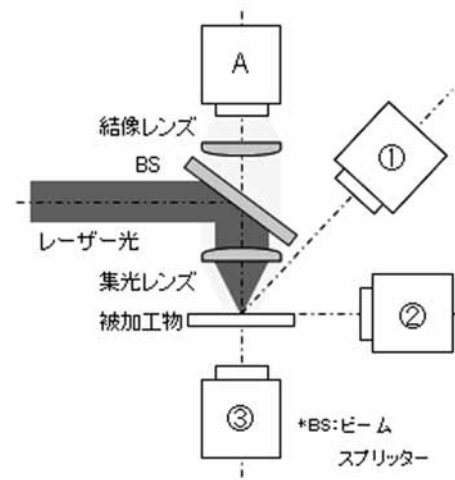

図2 温度分布測定機器の配置
レーザー加工中の被加工物の温度分布はサーモグラフィで測定した。サーモグラフィとは、非接触で物体表面からの熱放射を分析し、温度分布として出力する装置である。一般にレーザー照射中の被加工物の観察は図2のAの位置にカメラを配置して行う。しかし、fsレーザーの集光レンズはサーモグラフィが測定に使用する波長の光をほとんど透過しないため、Aの位置から温度分布の測定はできない。そこで本研究では、①、②、③の位置にサーモグラフィを配置し、それぞれの位置における測定結果を比較した。
図3は、図2の①の位置から接写レンズを装着して測定した結果である。この測定で接写レンズを使用したのは、顕微レンズの外形は125mmと大きく、さらに作動距離が50mmと小さいため、顕微レンズを装着してサーモグラフィを配置することは空間的にできないためである。温度分布図から、レーザーの集光径と比較してかなり広い範囲で温度上昇が確認できる。またグラフから、レーザーパワーの増加とともに最大表面温度が増加することが確認できる。
図4は、図2の②の位置から顕微レンズを装着して測定した結果である。この測定では、被加工物の側面を削るようにレーザーを照射し、サーモグラフィが常に加工穴の側壁の温度分布を測定するようにした。図3と比較して、温度分布図の温度変化領域が大きいこと、グラフの値が大きくなったことは、分解能が高い顕微レンズを装着して測定したためである。グラフから、レーザーパワーが100 μ J/pulseのとき、最大温度が90℃付近まで上昇することが確
図5は、図2の③の位置から顕微レンズを装着して測定した結果である。fsレーザーは透明体内部に集光した場合、集光した部分だけを加工することが可能である。この特性を利用して、レーザー入射の裏面にレーザーを集光させて測定した。図4と比較して、温度変化領域が小さいこと、レーザーパワーが大きいために最大温度値が小さいことは、レーザーの集光レンズの焦点位置よりも手前で加工を行うために必要なエネルギー密度に達し、その位置から加工が始まり、レンズの焦点位置に到達するエネルギーが減少したことが原因と考えられる。